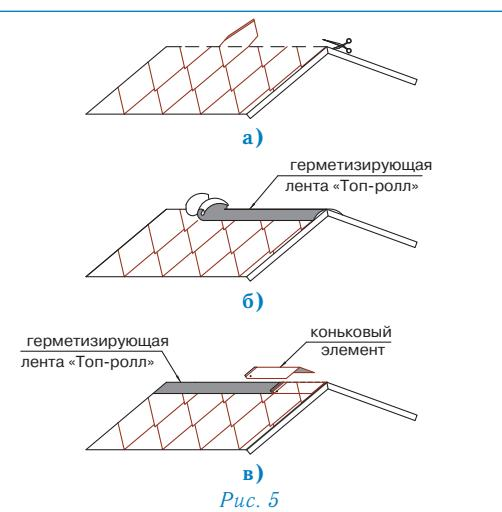

Рис. 5
- корпус аэратора устанавливается поверх отверстия и фиксируется гвоздями из нержавеющей стали; по верхней и боковым сторонам подошвы корпуса также наносится битумная мастика (рис. 5б);
- далее укладывается очередной ряд черепицы; подошва аэратора при этом закрывается листом ПРЕСТИЖ ВИЗАНТИЯ с заранее прорезанным в нем отверстием (рис. 5в);
- на корпус аэратора устанавливается крышка, которая фиксируется нажатием (до щелчка) (рис. 5г).
## Конек (рис. 5)
- Верхний ряд черепицы ПРЕСТИЖ ВЕРСАЛЬ доводится до линии конька (ребра), выступающие части листов обрезаются (рис. 5а);
- линии коньков и ребер герметизируются специальной самоклеящейся лентой «Топ-ролл» (рис. 5б);